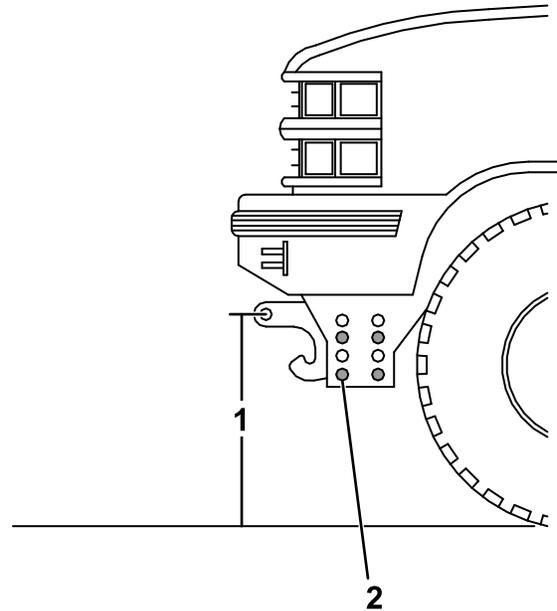

Bild 27
- Messen Sie den Abstand zwischen dem Boden und den Bohrungen des Kupplungsfederstifts auf Schubrahmen des Fahrwerks (Bild 27). Bei einem Standard- oder Super-Duty-Schneepflug sollte der Abstand 39,9 cm betragen. Bei einem Heavy-Duty-Schneepflug sollte der Abstand 41,9 cm betragen.
- Befindet sich der Schubrahmen nicht in der richtigen Höhe, entfernen Sie die Befestigungen, die den Schubrahmen mit dem Fahrwerk verbinden (Bild 27).